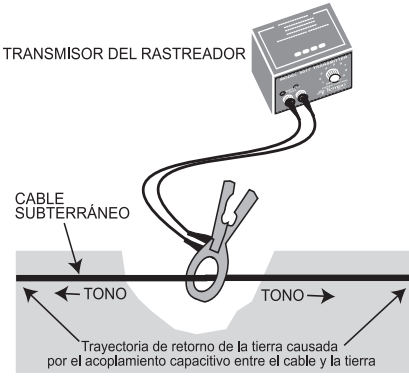

Fig. 11. Acoplamiento en la mitad del tendido
- 2. Acoplamiento en la mitad del tendido:** Si el cable en cuestión es relativamente largo se permite que la corriente vuelva a fluir hacia atrás a través de la tierra mientras que se transmite el tono en ambas direcciones. (Consulte la Fig. 11)